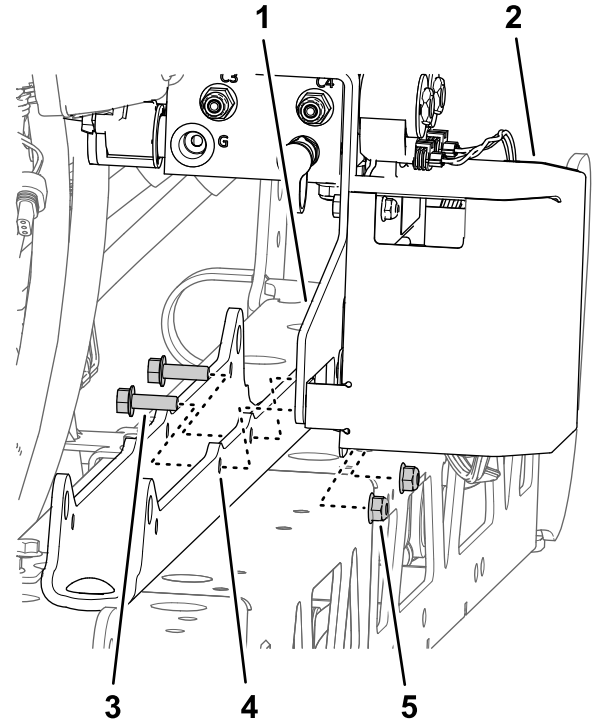

図 96
- サポートブラケットとTECブラケットをシリンダマウントに取り付ける 図 96 ステップ 1 センターブームからブーム昇降マニホルドを外す (ページ 24) で取り外したフランジヘッドボルト $\frac{5}{16}$ " x 1" 2本とフランジロックナット $\frac{5}{16}$ " を使用する。